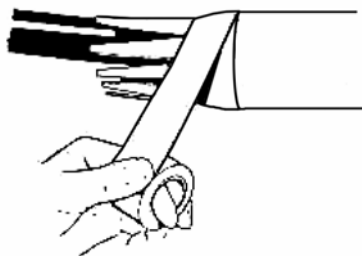

Рис. 9.26. Обмотка конусов корпуса муфты.
9.2.17. Плотно обмотать зубцы конусов муфты лентой 88Т, начав с корпуса муфты и закончив на кабеле (рис. 9.26.).